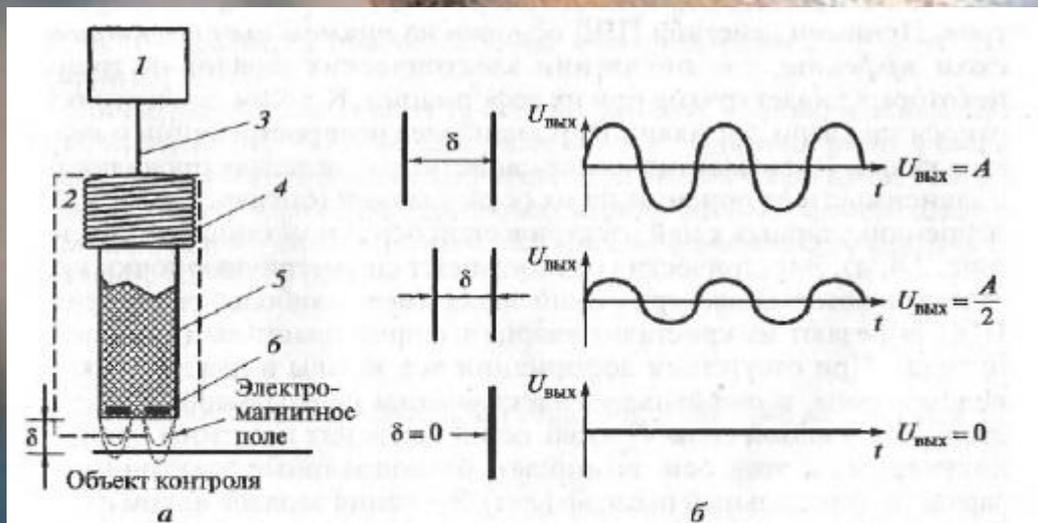

Рис. 2.3. Вихретоковый датчик:
**Вихретоковый датчик** состоит из вихревого пробника 2 и электронного блока 1, соединенных кабелем 3 (рис. 2.3, а). В торце диэлектрического наконечника 5 вихревого пробника находится катушка индуктивности 6 (одна или несколько). Электронный блок возбуждает в ней электромагнитные колебания, в результате чего возникает электромагнитное поле, взаимодействующее с материалом контролируемого объекта. Если материал обладает электропроводностью, на его поверхности наводятся вихревые токи, которые, в свою очередь, изменяют параметры катушки — ее активное и индуктивное сопротивление.